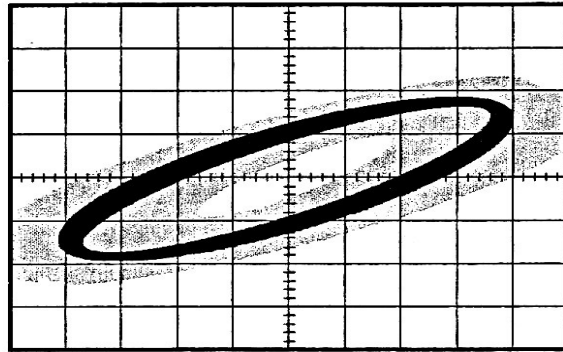

Fig.96- Este grafico representa la característica XY del osciloscopio.
- La señal medida puede ser como la que muestra la fig. 96.